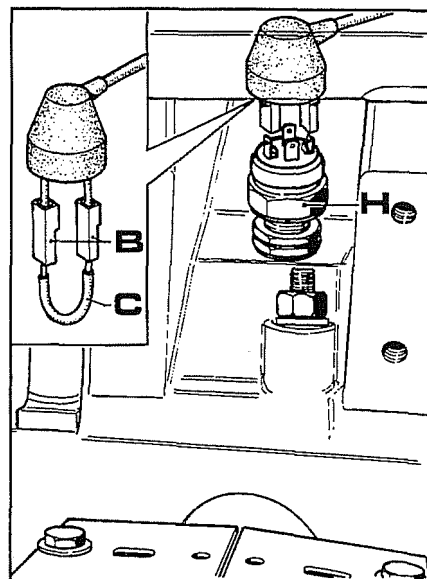

Fig. 8
4. Desligar os cabos **B** fig.8 do interruptor **H** e liga-los entre si com um cavalete (**C** fig.8). Se neste modo chega corrente ao grupo das electroválvulas, significa que o interruptor deve ser substituído. Neste caso é necessário: